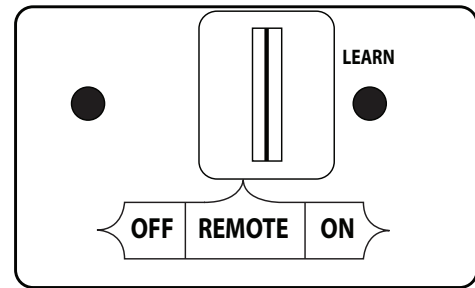

Fig. 42-1 Détail récepteur de télécommande (ON / SUR)
1. Repérez l'interrupteur à 3 positions sur le récepteur de télécommande (voir Fig. 42-1), Et faites glisser le commutateur en position **ON** (sur).